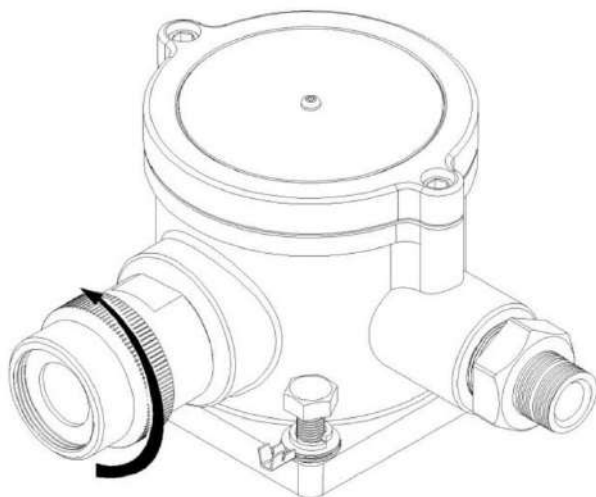

Рис. 10
- I Снимите переднюю крышку отверстия датчика, вращая ее против часовой стрелки согласно рис. 10.